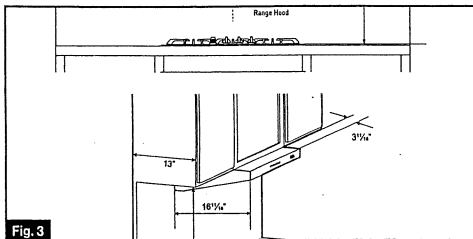

Fig. 3
3. Tracer la ligne centrale de la hotte sur le mur. (Fig. 3)
4. Mark et découpe un trou débouchant sur le mur selon les dimensions décrites sur la figure 3.